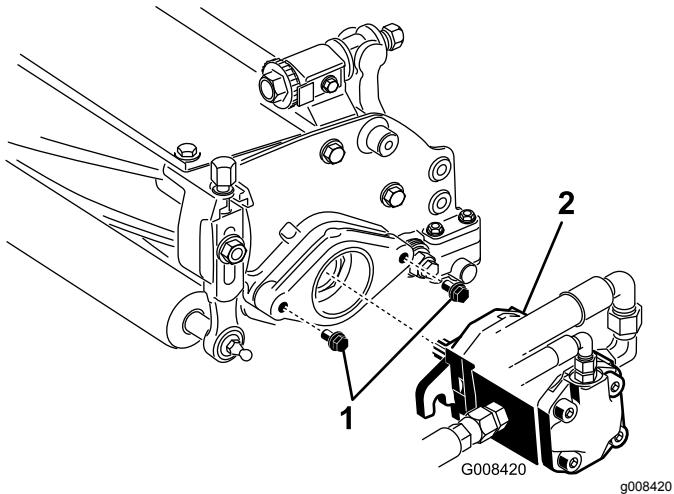

图11
- 确保每个滚刀驱动马达安装螺栓都有大约 13mm 的螺纹露在外面 图11。
- 在马达花键轴上涂抹干净的润滑脂然后安装马达首先顺时针旋转马达使马达法兰脱离螺栓。逆时针旋转马达直至法兰环绕住螺栓 图11。
- 然后旋紧安装螺栓 图11。